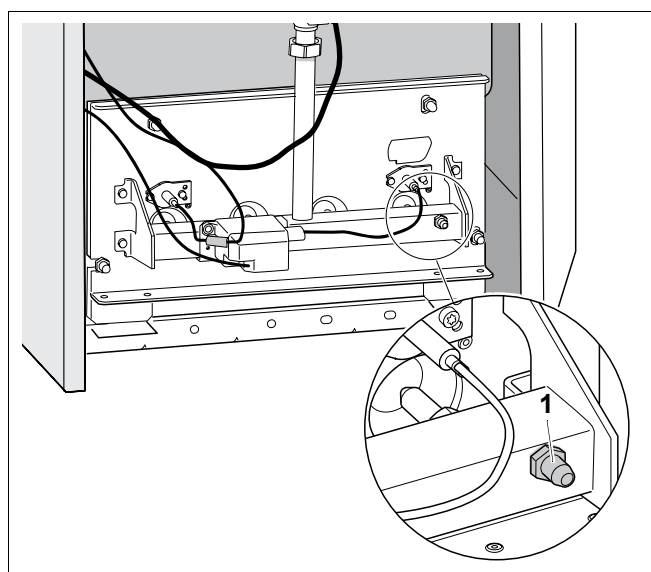

Рис. 46 Газовая горелка
- Открутить на два оборота измерительный nipple на газораспределительной гребенке (рис. 46, поз. 1).